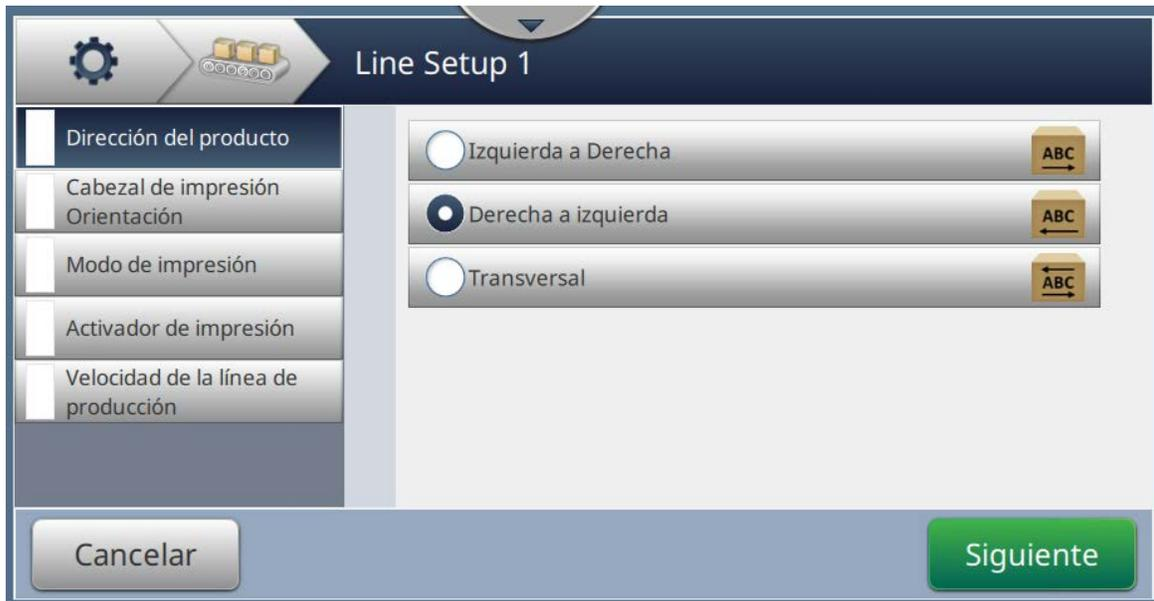

Figura 6-28: Ajustes de configuración de línea
4. Para definir la Configuración de línea, siga los pasos necesarios en cada parámetro, seleccionando las opciones que desee, tal como se muestra en la Figura 6-28.
1. Pulse la opción *Dirección del producto* en la pantalla de configuración de línea, como se muestra en la Figura 6-28.